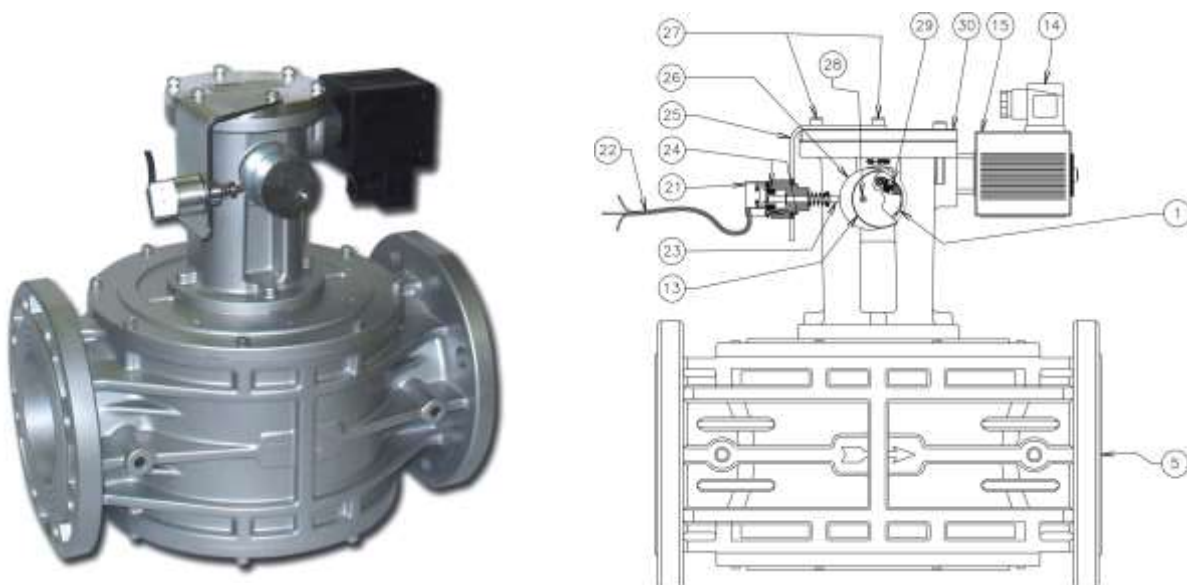

Рис. 7
Если индикаторный переключатель поставляется в комплекте запасных частей, его установка на уже собранный электромагнитный клапан (DN 65 - DN 80 - DN 100 – DN 125 - DN 150 - DN 200 – DN250 - DN 300) производится в следующем порядке (см. рис. 7) 1. Отвинтите шпильку (29) которая обеспечивает фиксацию рукоятки взвода (1) и извлеките рукоятку.
2. Вставьте эксцентриковое металлическое кольцо (26) и рукоятку взвода (1), поставляемые в комплекте, затем зафиксируйте их с помощью шпильки фиксации (29).
3. Отвинтите два винта (27) с крышки цилиндра (30).
4. Установите кронштейн индикатора (25) на крышку цилиндра (30), как показано на рис. 7, при помощи двух винтов.
5. Для регулировки индикатора (21), установите эксцентриковое металлическое кольцо (26) так, чтобы при закрытом электромагнитном клапане штифт индикатора (23) был нажат.
6. Зафиксируйте в этом положении индикатор (21) используя шпильки крепления индикатора (24).
Клапан (Рис. 7) состоит из: рукоятка взвода (1), корпус клапана (5), колпачок рукоятки взвода (13), электрический коннектор (14), соленоид (15), индикатор положения (21), соединительный кабель (22), штифт индикатора положения (23), шпильки крепления индикатора положения (24), кронштейн для индикатора положения (25), эксцентриковое металлическое кольцо (26), винты фиксации кронштейна для индикатора положения (27), винт фиксации колпачка рычага взвода (28), шпилька фиксации рукоятки взвода (29), крышка цилиндра (30).